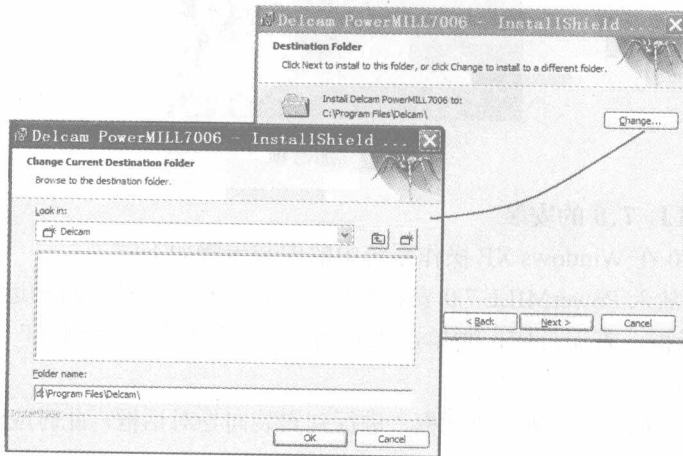

图 1-6 指定安装路径对话框
(5) 单击 Next 按钮，出现如图 1-6 所示对话框。单击 Change 按钮可改变安装路径，例如“D:\Program Files\Delcam\”，也可就用默认路径“C:\Program Files\Delcam\”，指定好路径后单击 Next 按钮。